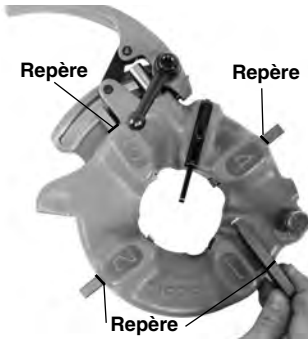

Figure 12 – Insertion des filières
6. Insérez les filières appropriées (chiffre en haut) en les enfonçant jusqu'à ce que leur repère arrive à fleur du rebord de la tête (Figure 12). Les chiffres des filières doivent correspondre à ceux des logements correspondants de la tête de filière. Remplacez systématiquement le jeu de filières au complet. Ne mélangez pas les filières issues de différents jeux.